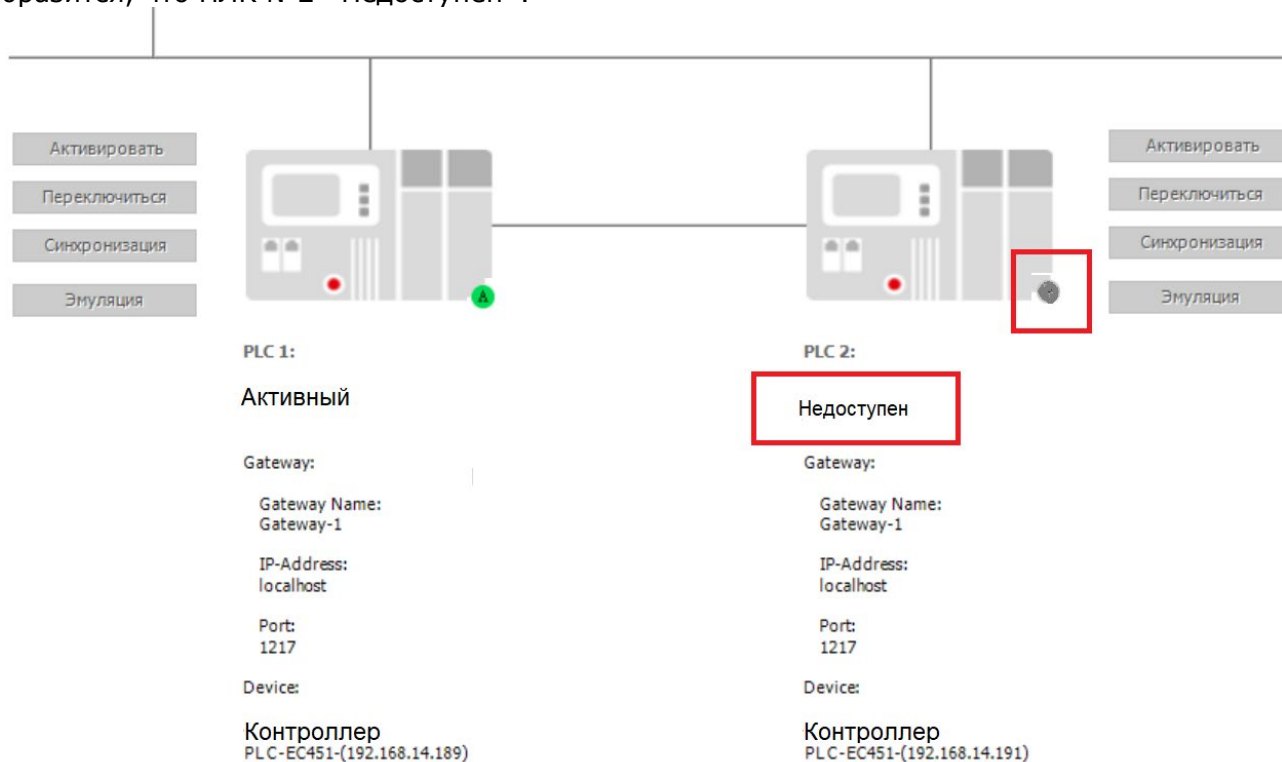

Рисунок 235 – Отключение от сети пассивного (резервного) ПЛК (ПЛК №2)
4) Отключение от сети пассивного (резервного) ПЛК (ПЛК №2) (Рисунок 235).